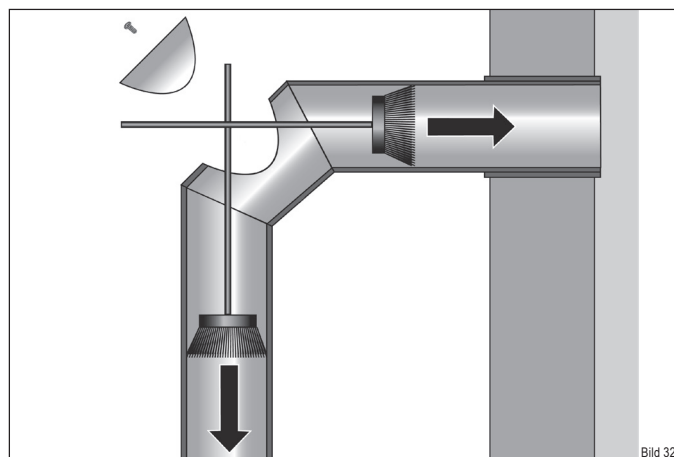

Bild 32
- ▶ Öffnen Sie die Reinigungsklappe am Rauchrohr (Bild 32).
- ▶ Kehren Sie die Ablagerungen nach hinten in den Schornstein und nach unten in den Kaminofen (Bild 32).